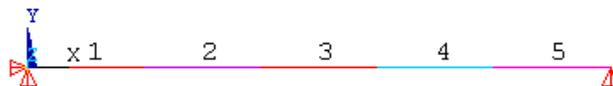

图5.30 简支梁单元模型
- (2) 建立关键点 1 和 2，坐标分别为 (0, 0) 和 (0, 10)，并连接生成线。
(3) 划分网格，把直线分成 5 段。并在梁左端结点上施加 UX 和 UY 方向的位移约束，在梁右端端点上施加 UY 方向的位移约束，如图 5.30 所示。此模型在光盘的“\ch05\ex2\”目录下也可以找到。